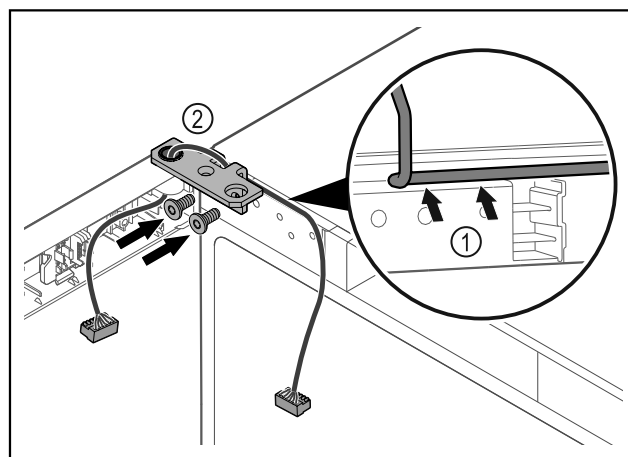

Fig. 57
- ▶ Проведите кабель через отверстие в шарнирном уголке и аккуратно уложите его Fig. 57 (1).
- ▶ Привинтите шарнирные уголки Fig. 57 (2).